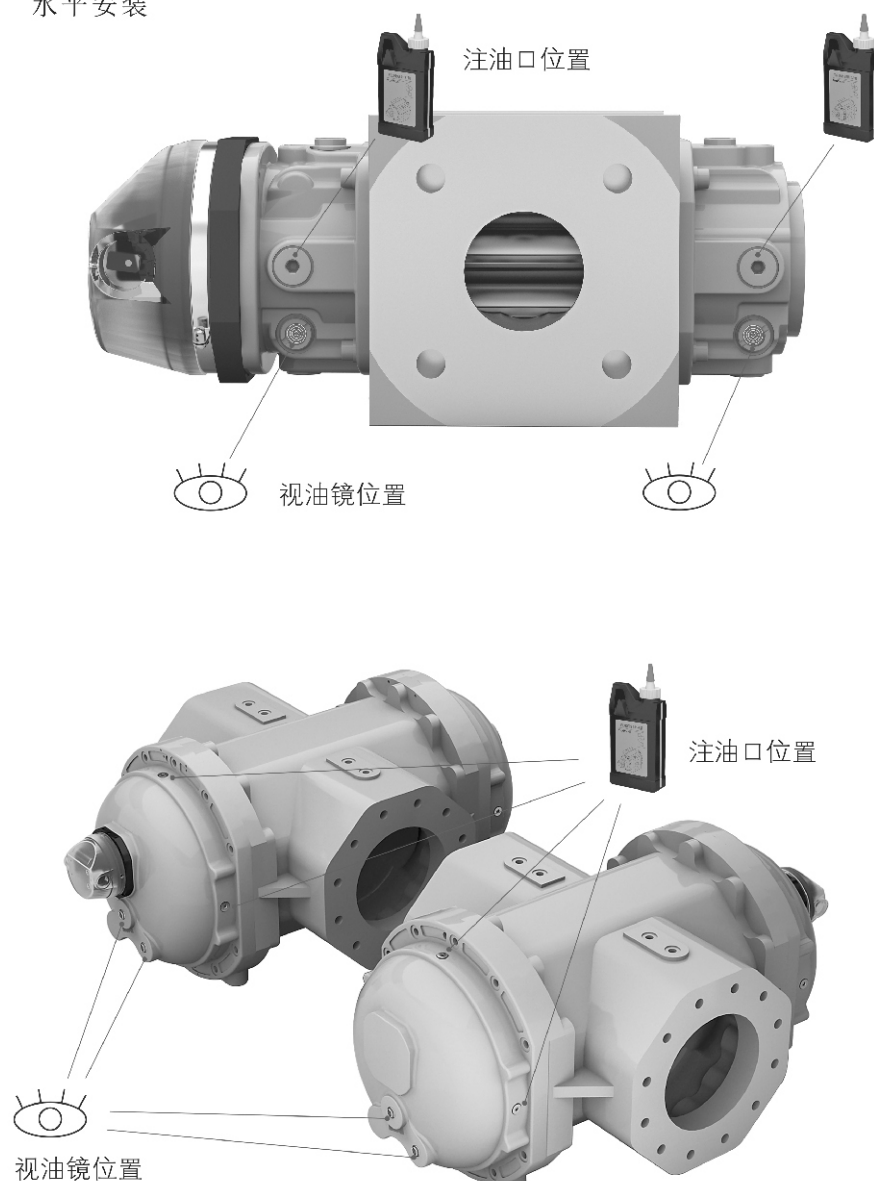

图11 注油口和视油镜位置图
6.1.2若油位低于视油镜中心线3mm(通常加油周期为3~5年)，说明润滑油损耗，需补充至油视镜中心线。注油口和视油镜位置如图11所示。